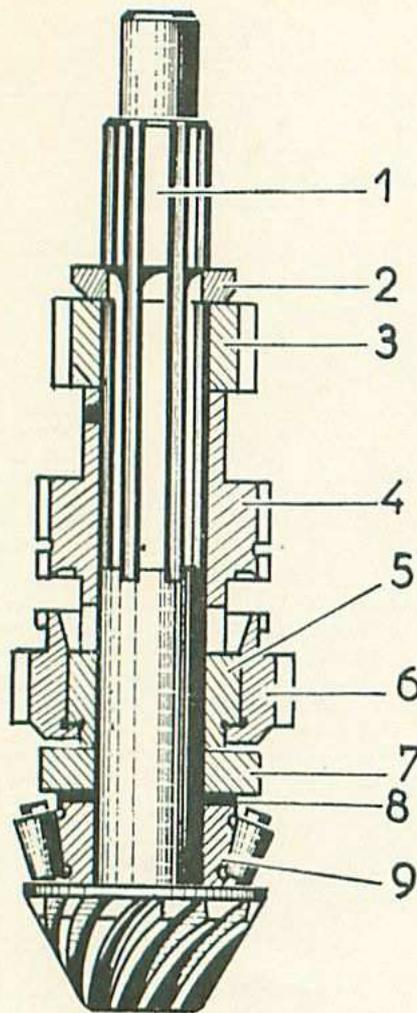

Fig. 34. — Vue en coupe des pièces empilées sur l'arbre pignon d'angle.
Il faut d'abord déterminer l'épaisseur des cales à placer entre le roulement (9) et la bague entretoise (7) (fig. 34).